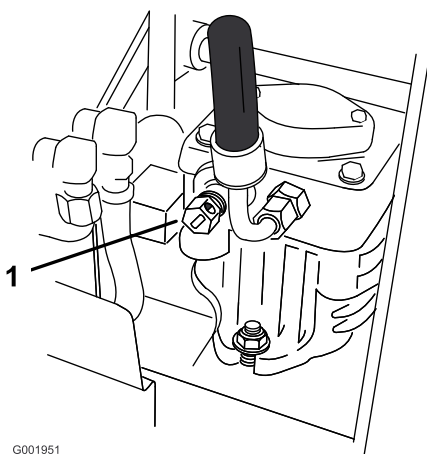

Bild 9
2. Drehen Sie das Sicherheitsventil an beiden Pumpen um eine oder zwei Umdrehungen nach rechts, um es zu öffnen. So kann Hydrauliköl an der Pumpe vorbei direkt zu den Rädern fließen, die sich daraufhin drehen können (Bild 9).